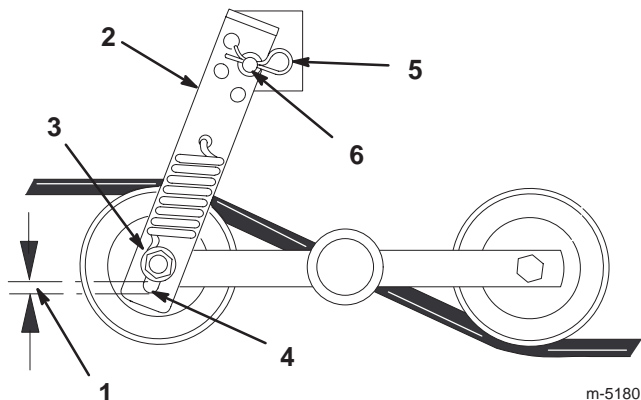

Figure 29
3. Mesurez l'écart entre le bas de l'entretoise sur la vis de montage de la poulie et le bas de la fente dans la bielle de réglage de la poulie folle. Il doit être égal ou inférieur à 6 mm (Fig. 29).
4. Pour effectuer le réglage, enlevez la goupille fendue élastique et la rondelle de fixation sur la goupille de montage (Fig. 29).
5. Dégagez la patte de tension de la goupille de montage. Effectuez le réglage requis et sélectionnez un nouveau trou jusqu'à ce que l'entretoise se trouve à 6 mm de la base de la fente (Fig. 29).
6. Fixez la patte de tension à l'aide de la rondelle et de la goupille fendue (Fig. 29).
4. Relâchez la tension dans les poulies de renvoi avant de déposer ou d'installer les courroies (Fig. 29).
6. Vérifiez l'écart entre l'axe de chape et les crochets inférieurs des ressorts (Fig. 29). Il doit être égal ou inférieur à 6 mm.